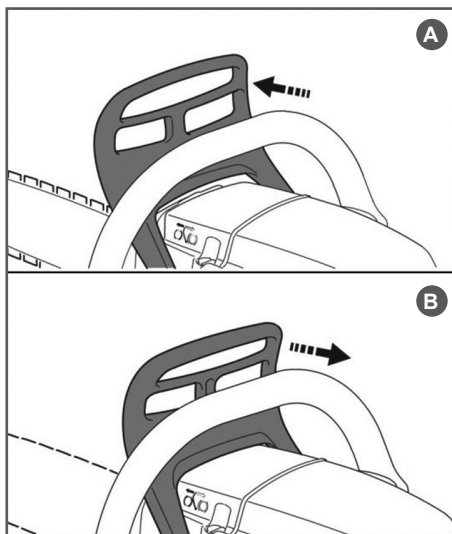

Рис. 8. Проверка механического тормоза.
Тормоз цепи выключен (цепь может вращаться), когда ручка тормоза взведена (Рис. 8В).
Тормоз цепи включен (цепь не имеет возможности вращаться), когда ручка тормоза находится в отжатом положении (Рис. 8А).
3. Используя тормоз цепи, переместить левое запястье от себя и нажать им на ручку тормоза, не отпуская рукой переднюю рукоятку бензопилы (Рис. 8).
6. Введите ручку тормоза (Рис. 8).
4. Убедитесь, что тормоз цепи включен (цепь заторможена), как показано на Рис. 8.